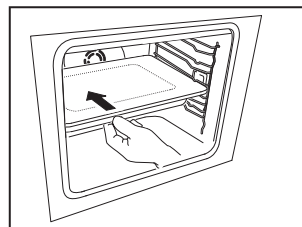

Fig. 3
3. Veillez à ce que la prise soit complètement insérée en poussant fermement la plaque à induction (Fig. 3).